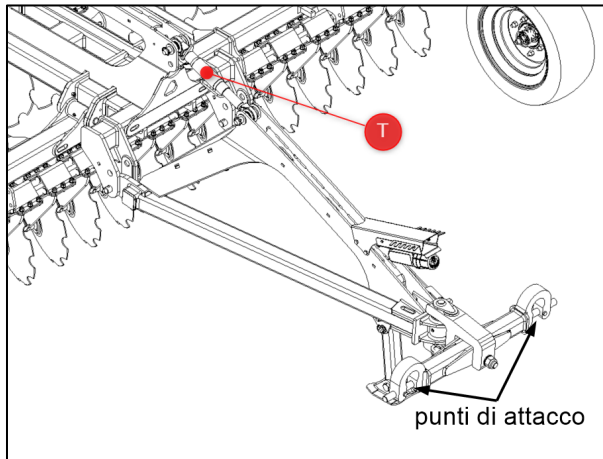

Figura 9-Punti aggancio al trattore (macchina trainata) / Connection point (trailed machine).
- Collegare i bracci del trattore ai due attacchi inferiori sulla barra di traino (figura 9).